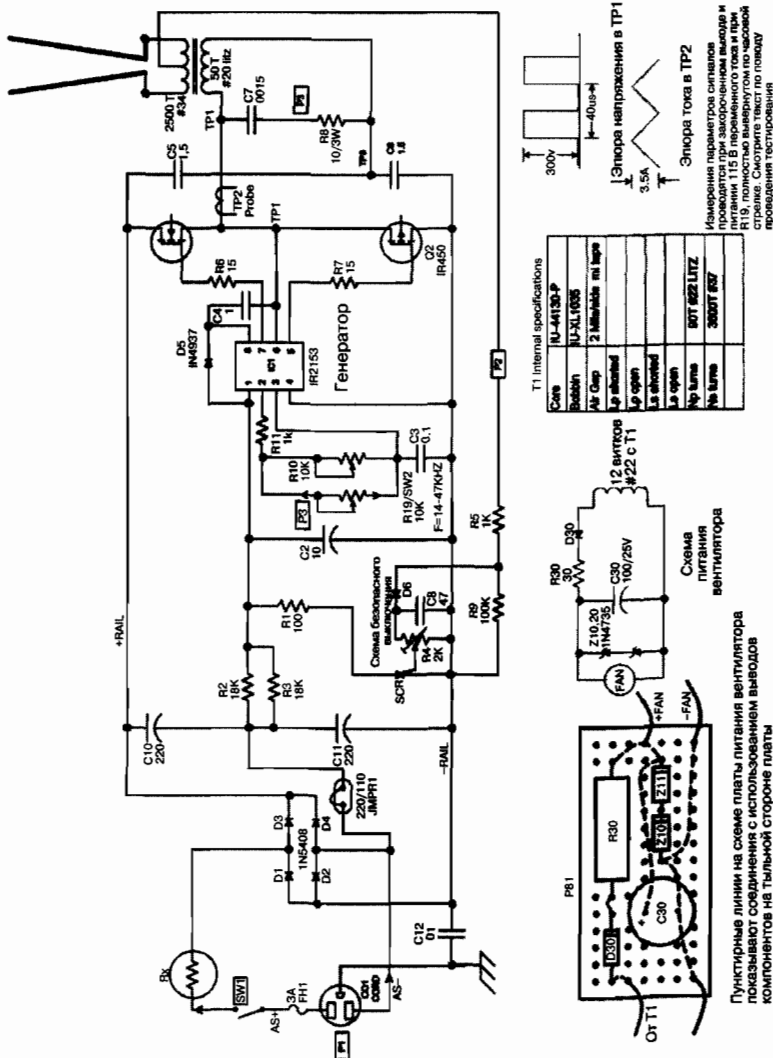
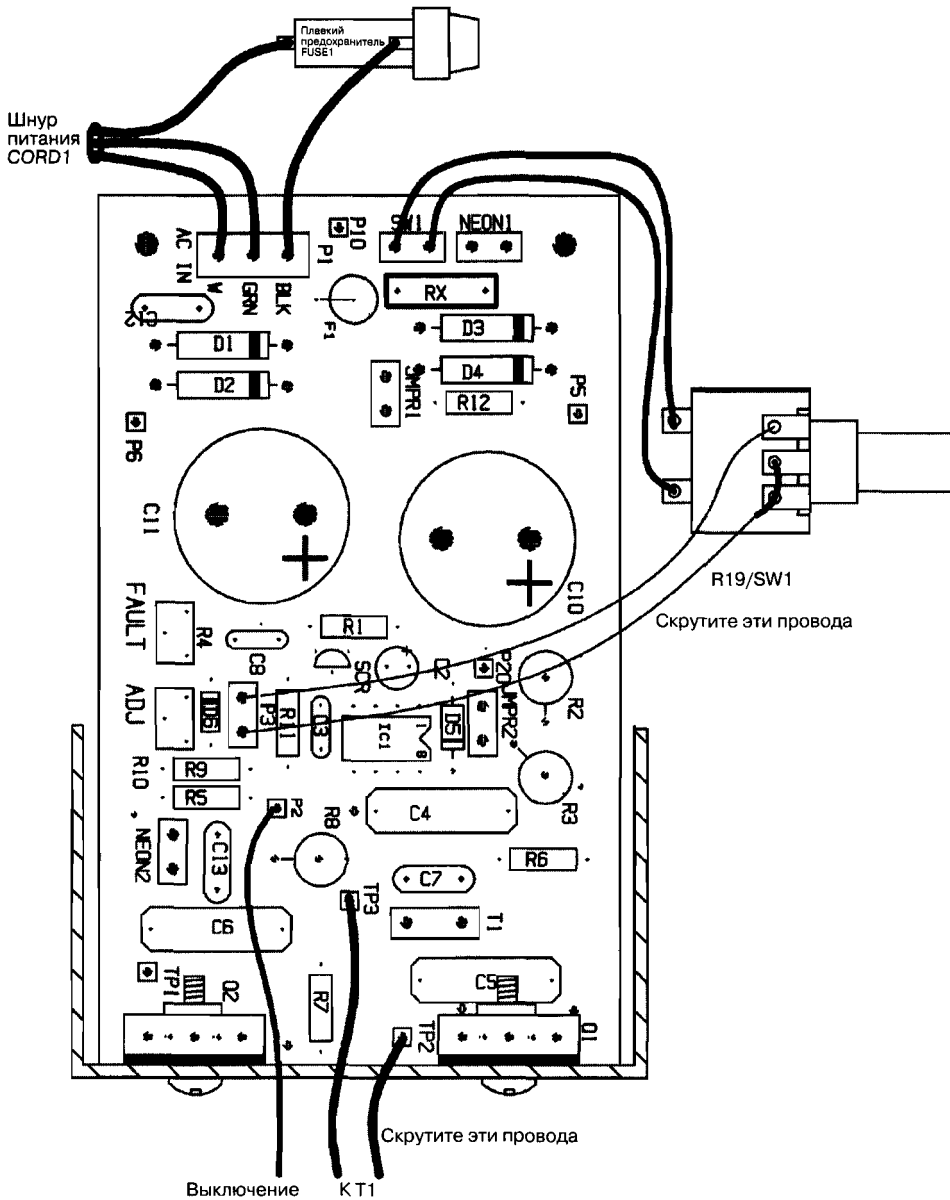

Рис. 19.2. Принципиальная схема устройства «Лестница Иакова»
Рис. 19.3. Размещение компонентов на плате PCB и внешние подключения первой стадии
питания лазера, и реактивной балластной нагрузки L1, но добавлена схема безопасного отключения, показанная на рис. 19.2. Эта схема обнаруживает любые аномальные токи через землю, которые могут быть вызваны случайным контактом с одним из элементов лестницы. Ток теперь течет через резистивный делитель R5–R9 и смещает диод D6 в прямом направлении в область проводимости. Конденсатор C8 и переменное сопротивление R4 выпрямляют напряжение с выхода трансформатора T1. Переменное сопротивление устанавливает точку срабатывания закорачивающего переключателя на триодном тиристоре (тринисторе) – SCR, Silicon-Controlled Rectifier, который открывается, закорачивает напряжение питания стабилизатора напряжения IC1 и выключает цепь питания низкого и, соответственно, высокого напряжения. Таким образом, любой контакт экспериментатора или посетителя с элементом лестницы приводит к быстрому отключению высоковольтного напряжения.
1. Изучите рис. 19.3 и 19.4, показывающие сборку платы питания и все ее внешние подключения, в том числе с трансформатором T1 и вентилятором FAN. Соберите плату, как показано, добавив компоненты безопасного отключения (см. рис. 19.2). Дополнительные радиоэлементы R1, R4, R5, R9, C8, C12, D6, тринистор SCR включены в спецификацию (см. табл. 19.1).
3. Соберите плату основного питания (см. рис. 19.3).
Для проверки работы схемы выполните следующие действия (см. рис. 19.2):
Поверните ось R19 до упора по часовой стрелке и быстро настройте R4 на генерацию импульсов с периодом повторения 40 мкс (соответствует частоте повторения 25 кГц), см. рис. 19.2. Затем поверните ось R9 полностью против часовой стрелки.